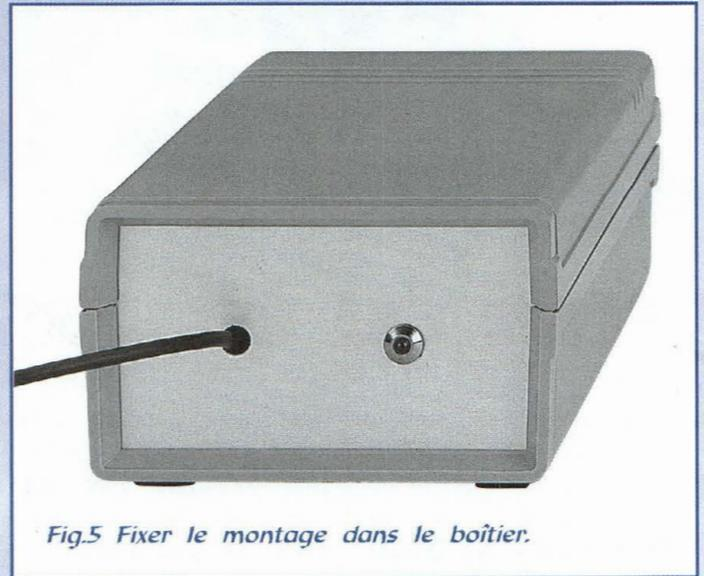

Fig.5 Fixer le montage dans le boîtier.
Insérer l'Anode (A) à gauche et la cathode (K) vers RS1 (voir fig.5).
Ensemble des composants nécessaires à la réalisation du générateur BF LX.1337 (voir fig.5) comprenant circuit imprimé, circuit intégré NE.5532, transistor, transformateur, cordon sec-